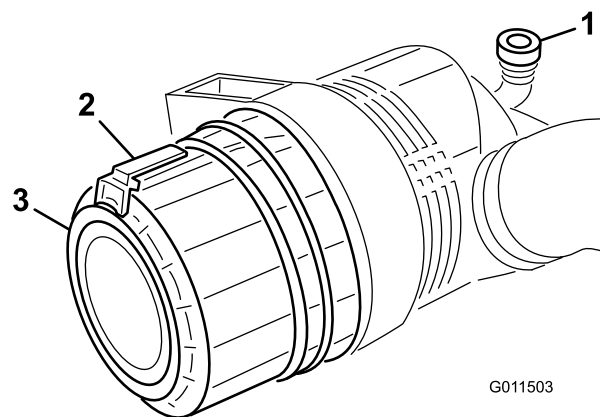

Figure 73
2. Tirez le verrou vers l'extérieur et tournez le couvercle du filtre à air dans le sens antihoraire (Figure 73).